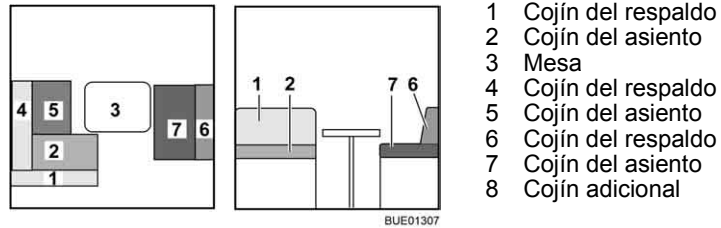

Fig. 140 Antes de la transformación
- Transformar la mesa (Fig. 140,3) en base de cama (véase apartado 6.11).
- Quitar los cojines del respaldo (Fig. 140,1 y 4) y ponerlos a un lado.